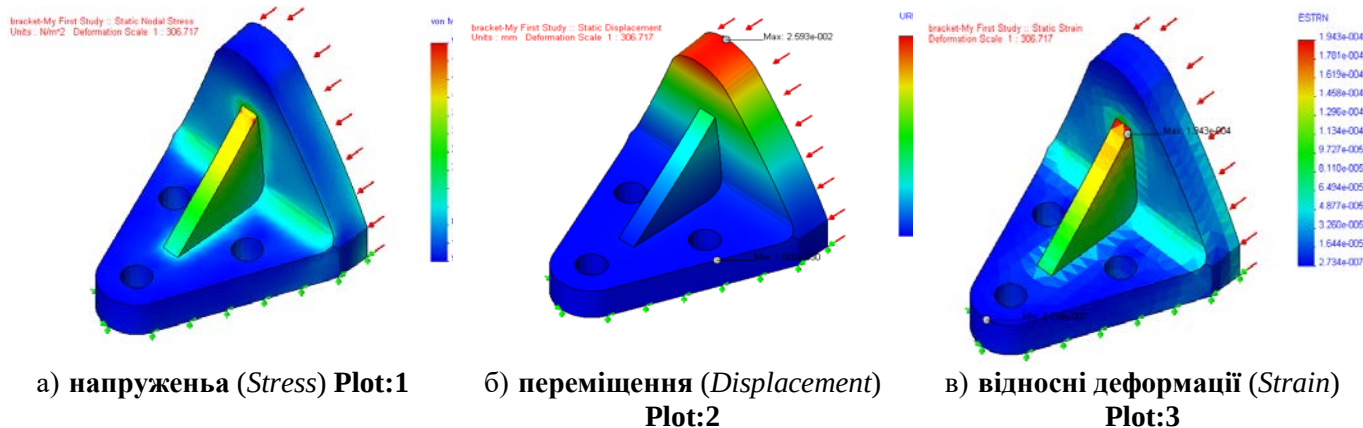

Рисунок 2.8 – Результати розрахунків в графічному вигляді.
8.1. Для **напружень (Stress)** налаштувати відображення **Plot:1** (рисунок 2.8а):
8.2. Для **переміщення (Displacement)** налаштувати відображення **Plot:2** (рисунок 2.8б):
8.3. Для **відносних деформацій (Strain)** налаштувати відображення **Plot:3** міняти не потрібно (рисунок 2.8в):